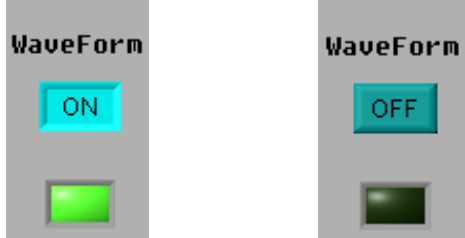

Рисунок 3-3. Индикатор состояния передачи данных
3. Щелкните мышью по кнопке [Waveform] для включения передачи данных с осциллографа. Когда горит зеленый индикатор, функция включена. Когда индикатор не горит, функция отключена (рис. 3-3). Когда включена передача данных, вы можете управлять осциллографом с помощью кнопок и регуляторов панели управления осциллографа. Параметры и установки виртуальной панели управления будут меняться соответствующим образом.